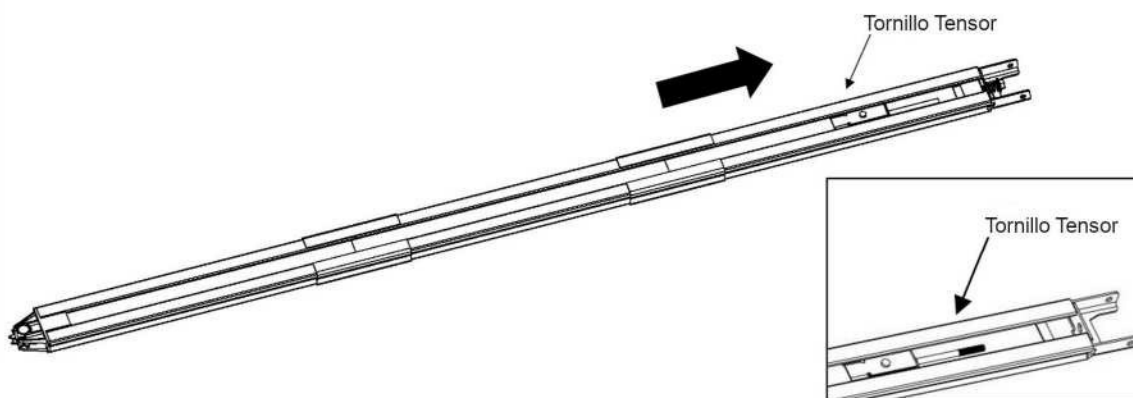

Fig.11
Paso 1. Corte el Cinturón de Plástico y Jale el Tornillo Tensor Junto con la Cadena en el Interior del Riel "C" hasta la Posición Adecuada. (Fig.11)